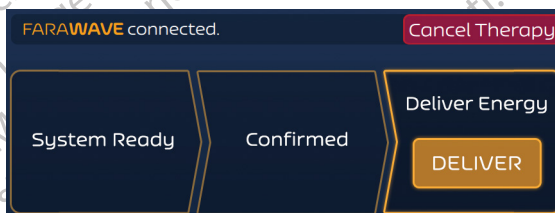

Figura 10. Ecranul Terapie – Modul asincron – Pregătit de administrare
- Dacă apăsați pe CONFIRM (Confirmare), se va activa butonul DELIVER (Administrație), după cum se arată în Figura 10.